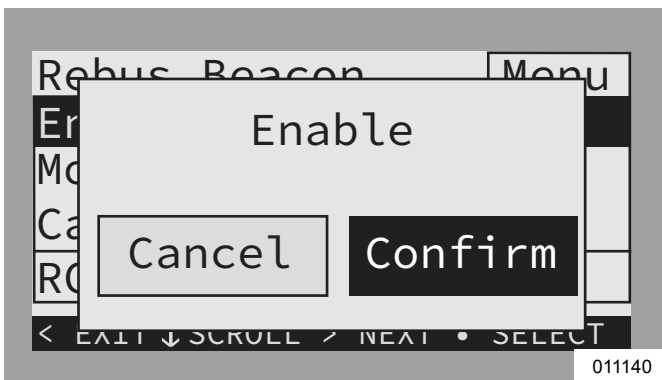

Figura 6-20. Activación del programador TOU (2 de 2)
3. Consulte la Figura 6-20. Muévase a la derecha con la flecha hacia Confirm (Confirmar) y presione el botón central.